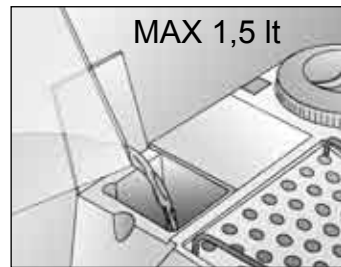

Fig. 4
- Togliere il serbatoio acqua (H) dal vano della macchina, riempirlo di acqua naturale fresca fino a livello Max. (lt. 1,5), e reinserirlo nel vano del corpo macchina. Per assicurare il corretto funzionamento della macchina premere bene a fondo il serbatoio, Fig. 5. Il serbatoio può essere riempito anche dall'alto, versando l'acqua nell'apposito vano dopo aver sollevato lo sportellino (I) Fig. 4.
Per il normale riempimento del serbatoio alzare lo sportellino (I) e versare acqua naturale fresca nell'apposito vano (Fig. 4).